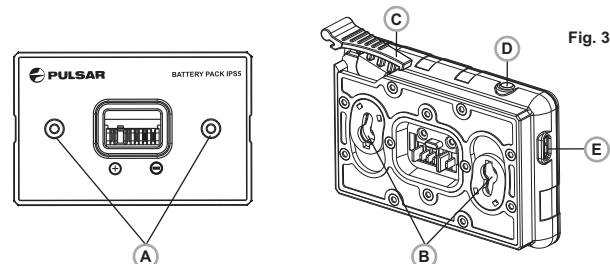

Fig. 3
- Installare il gruppo batteria all'interno del caricabatterie, inserendo le spine **(A)** della batteria nelle scanalature **(B)** del caricabatterie (il logo Pulsar sul gruppo batteria deve trovarsi più vicino alla leva) e premere sulla leva **(C)** fino allo scatto **(Fig. 3)**.